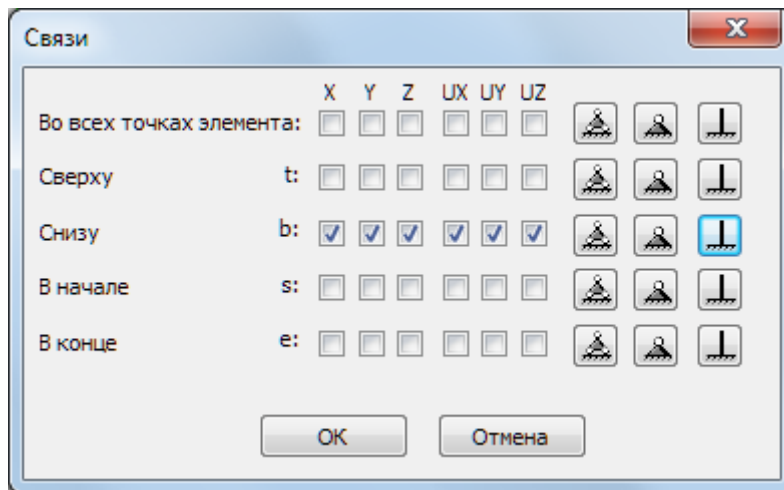

Рис.14.1. Диалоговое окно **Связи**
- в открывшемся диалоговом окне установите флажки, соответствующие жесткому закреплению во всех шести окошках в строке **Снизу** (рис.14.1);
- в открывшемся диалоговом окне установите флажки, соответствующие жесткому закреплению в строке **Снизу** (рис.14.1);